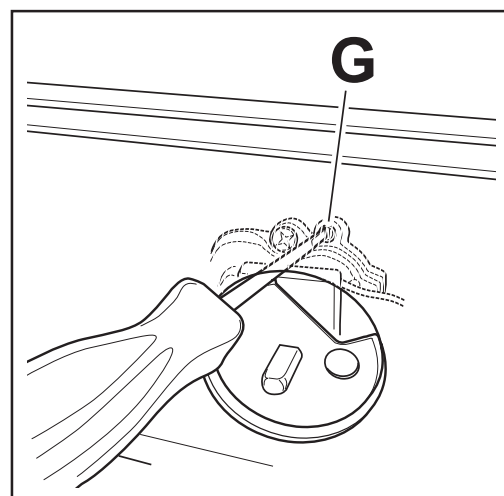

Fig. 31
4. Agite con un cacciavite a lama sottile sullo spillo by-pass posto in alto a destra dell'asta del termostato (Fig. 31).